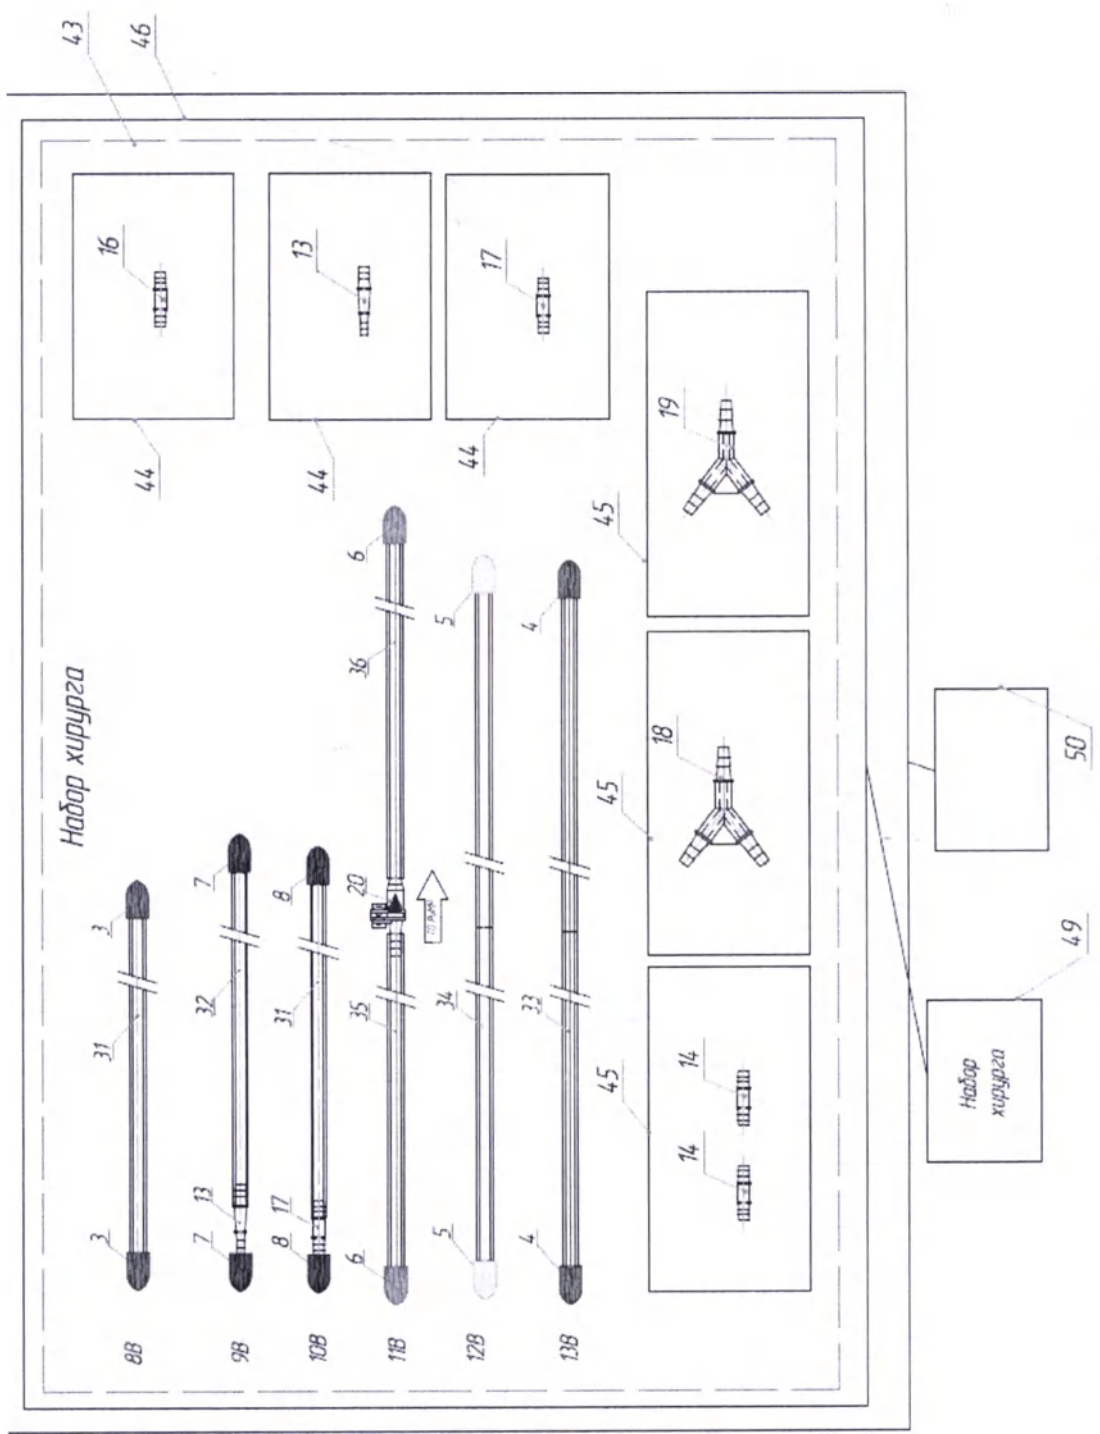

Рис. 2 Вариант исполнения –набор взрослый
2. Набор взрослый - рисунок 2.